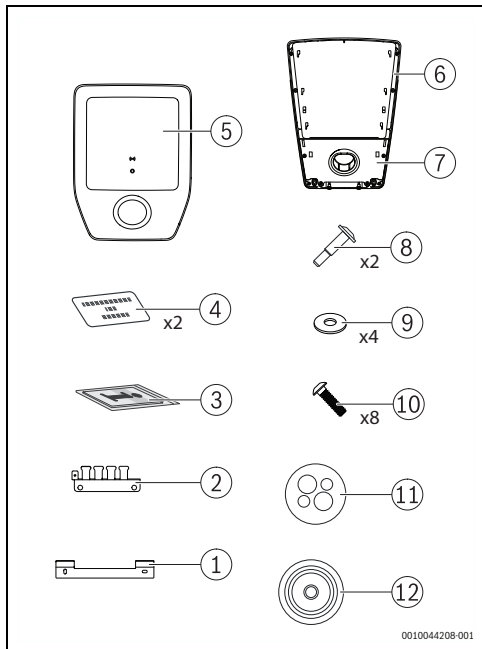

Fig. 337 Leveringsomfang
- ▶ Ta forsiktig dekelet [5] og hetten med parkeringsholderen [7] av Power Charge 7000i (→ fig. 337, side 352).